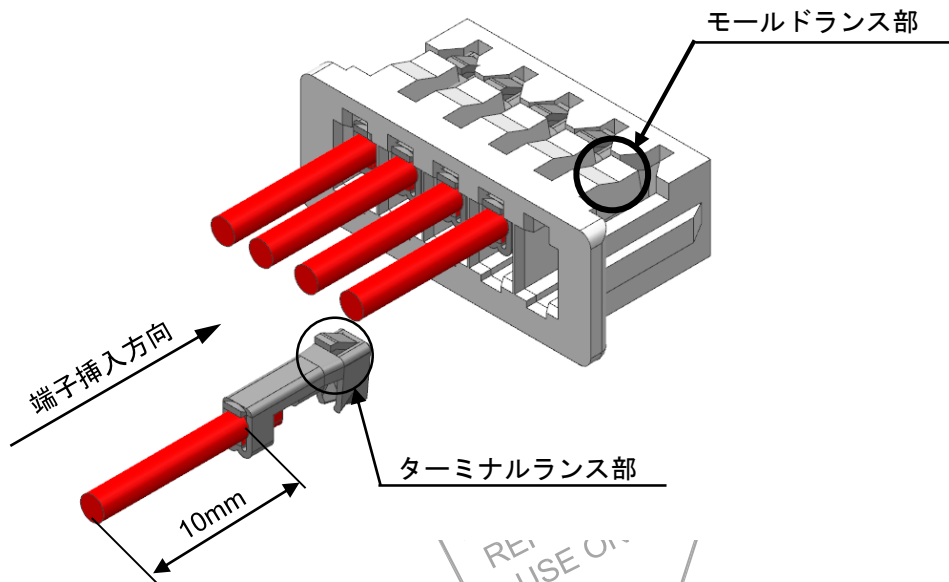

Fig. 6-2
- ③ ターミナルランス部が、モールドランス部に向かうように持ち、端子が突き当たる位置まで（2~4N 程度の力で）ゆっくりと真っ直ぐ装着してください。（Fig.6-2）